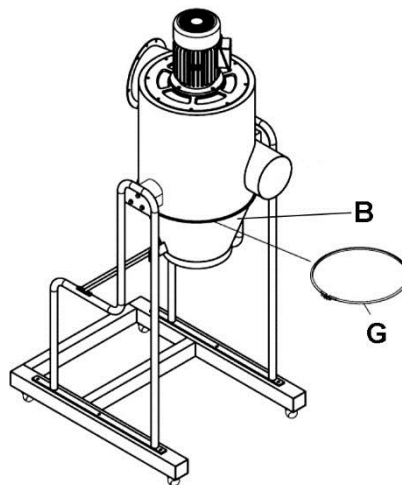

Рис. 6
7. Установите воронку (B) под основным корпусом. Затяните ее с помощью хомута для воронки (G). См. Рис. 6. Надежно затяните винт на хомуте.